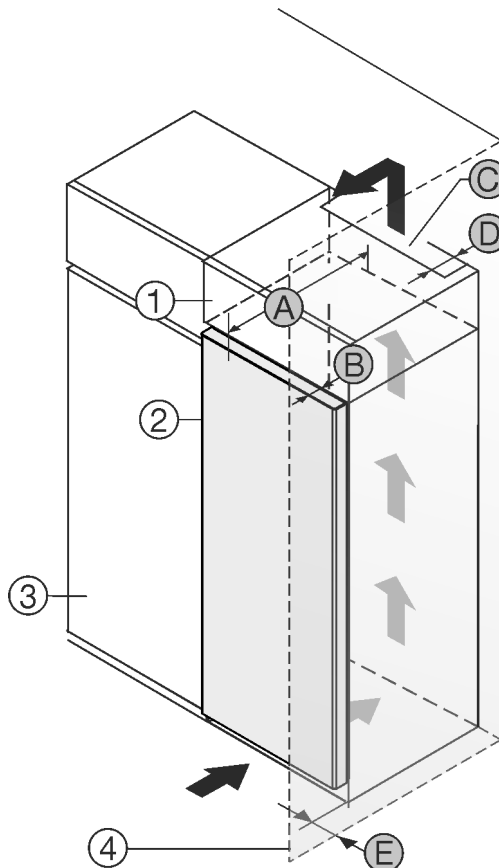

Fig. 1
Puede colocar el electrodoméstico directamente al lado del armario de cocina *Fig. 1 (3)*.*
En la parte trasera del armario superior debe haber una cámara de salida de aire con una profundidad *Fig. 1 (D)* que abarque toda la anchura del armario.*
Bajo el techo de la estancia debe mantenerse la sección transversal de ventilación *Fig. 1 (C)*.*
Si el electrodoméstico se instala con las bisagras junto a una pared *Fig. 1 (4)*, la distancia entre el electrodoméstico y la pared debe ser de como mínimo 13 mm.*
Si el electrodoméstico se instala con las bisagras junto a una pared *Fig. 1 (4)*, la distancia entre el electrodoméstico y la pared debe ser de como mínimo 20 mm.*
Para poder abrir totalmente la puerta, el electrodoméstico debe sobresalir la profundidad de la puerta *Fig. 1 (B)* respecto del frente del armario de cocina. El electrodoméstico puede sobresalir más en función de la profundidad de los armarios de cocina *Fig. 1 (3)* y del uso de distanciadores de pared.*